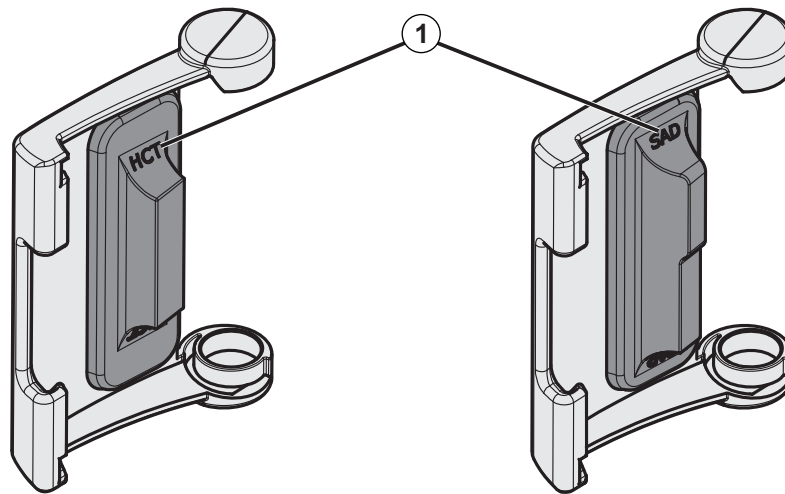

Fig. 7-20 Marcação na tampa do sensor HCT e SAD
Ao recolocar as tampas do sensor SAD e HCT após a limpeza, certifique-se de que as tampas não estão trocadas! As tampas são marcadas com *SAD* e *HCT* na parte traseira (consulte Fig. 7-20 , ①).